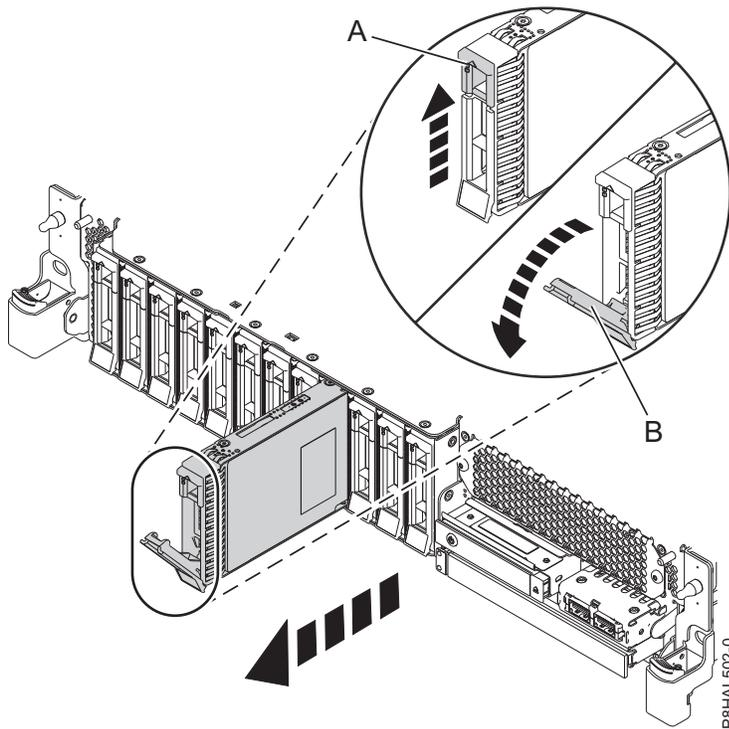
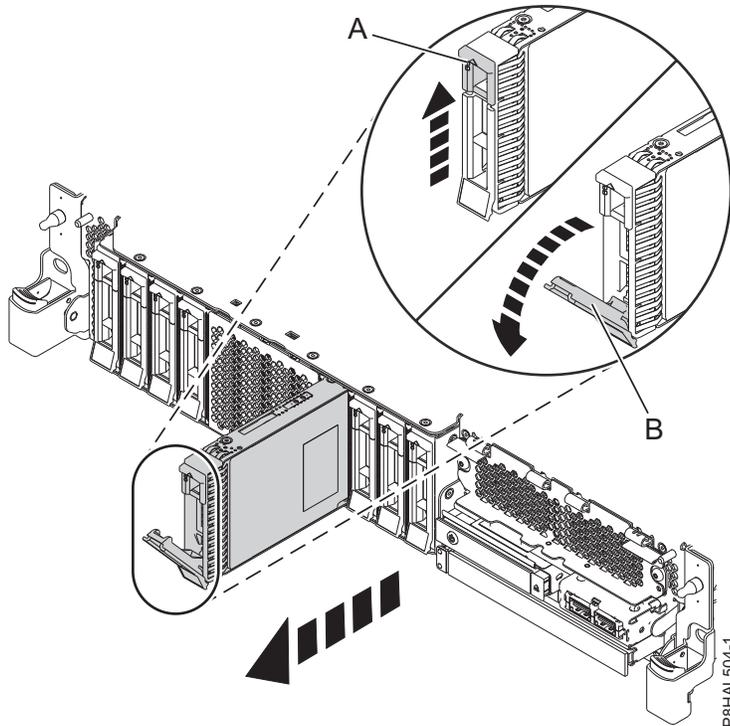

Abbildung 89. Plattenlaufwerk in einem System mit Basisfunktionen ausbauen
Abbildung 90. Plattenlaufwerk in einem System mit erweiterten Funktionen ausbauen
3. Wenn die Kennzeichnungs-LED blinkt, entriegeln Sie den Griff (**B**) des Laufwerks, indem Sie die Verriegelung (**A**) zusammendrücken und zu sich hin nach außen ziehen. Siehe Abb. 89 und Abb. 90 auf Seite 98. Wird der Griff nicht ganz nach außen gezogen, lässt sich das Solid-State-Laufwerk nicht aus dem System schieben.